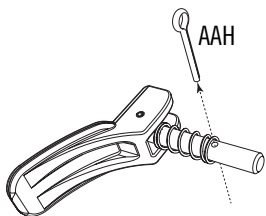
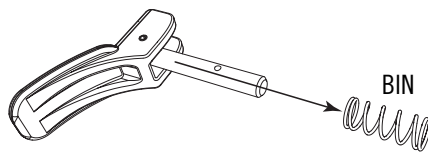

Fig. 1
Fig. 2
- Den **Sicherungsstecker (AAH)** (Abb. 1) und die **Feder (BIN)** (Abb. 2) aus dem **Sperrbolzen (EHR)** entfernen. **Wiederholen Sie diesen Schritt für die zweite Verschlusseinheit.**
- Verwijder de **Splitpen (AAH)** (afb. 1) en **Veer (BIN)** (afb. 2) van de **Borgpen (EHR)**. **Herhaal deze stap voor de tweede Borgpenconstructie.**
- Fjern **splitteren (AAH)** (fig. 1) og **fjederen (BIN)** (fig. 2) fra **låsepinden (EHR)**. **Gentag dette trin for den anden låsestiftsamling.**